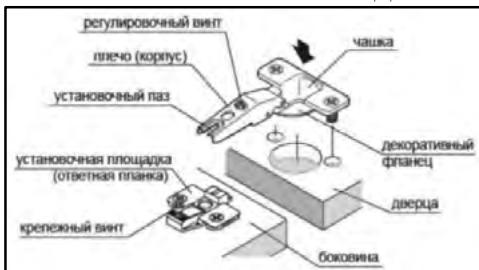

Рис. 1 Установка петель
14. Закрепите ответные планки петель на деталь 2 или 3 (зависит от открывания фасада) и петли накладные на деталь 4 с помощью саморезов 4x16 мм. См. (рис. 1, стр. 4).
16. Установите и отрегулируйте фасад (деталь 4). См. (рис. 1, стр. 4).